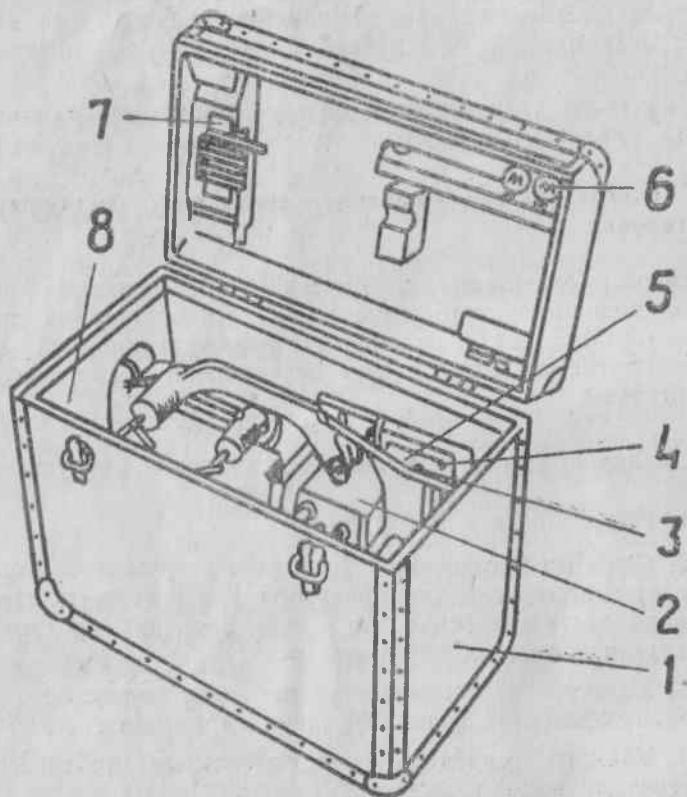

Рис. 29. Кинопроектор в чемодане:
9.3.3. Вставьте кинопроектор в чемодан, проверьте укладку всех принадлежностей (рис. 29), закройте чемодан.